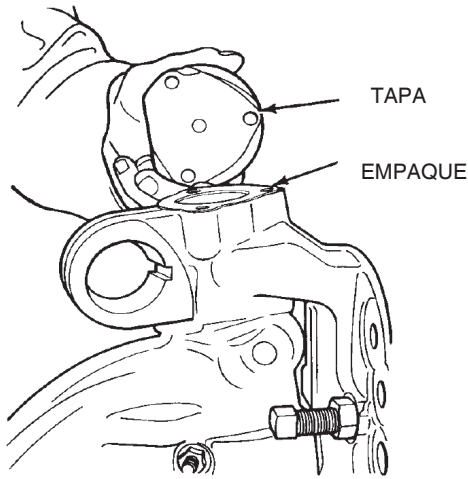

Figura 43
5. Retire los tornillos de las tapas en el tope y en la parte inferior de la punta de eje. Retire las tapas y empaques. Figura 43.